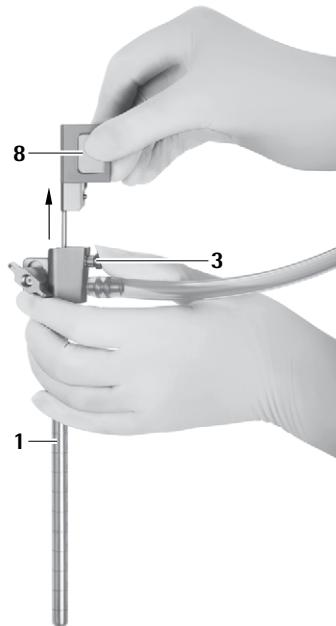

Fig. 10
- ▶ Premere il pulsante di rilascio **3** ed estrarre l'endoscopio attraverso il canale dell'ottica **8** attentamente dal trocar MINOP InVent **1**, vedere Fig. 10.